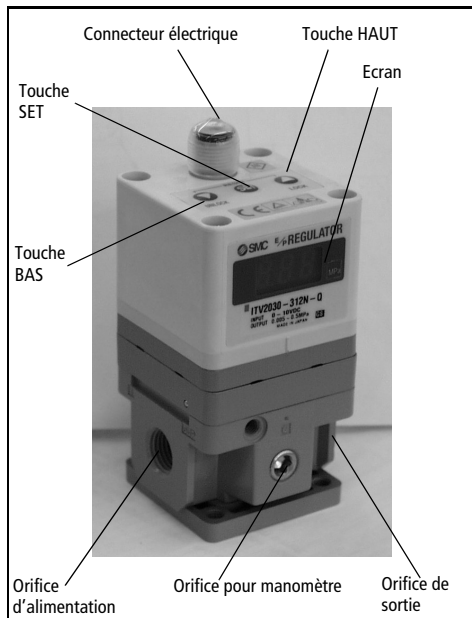

Fig 1 (Image de la série ITV2000)
Pressez les touches Bas et Haut (Fig 1) ensemble durant plus de 3 secondes.
Les touches sont bloquées après avoir connecté la source de courant, et ne peuvent pas être utilisées. L'écran affiche 'Loc' (Fig 1) en pressant les touches.
- 1) Pressez 'Bas' (Fig 1) durant plus de 2 secondes.
- 3) Pressez la touche 'set' (Fig 1) pour débloquent les touches.
- 1) Pressez 'Haut' (Fig 1) durant plus de 2 secondes.
- 3) Pressez la touche 'Set' (Fig 1) pour bloquer les touches.
Note: Pour annuler, pressez la touche 'Haut' (Fig 1).
Note: Pour annuler, pressez la touche 'Bas' (Fig 1).
Si une anomalie est détectée par l'ITV2000, l'écran (Fig 1) affiche 'Er' + un numéro de code. Isolez l'alimentation, résolvez le problème et remettez sous tension.